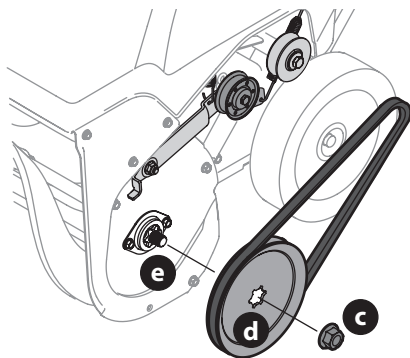

Figure 29
5. Retirez l'écrou à bride (c) qui fixe la poulie de la tarière (d) à l'arbre de la tarière (e) (Figure 29).